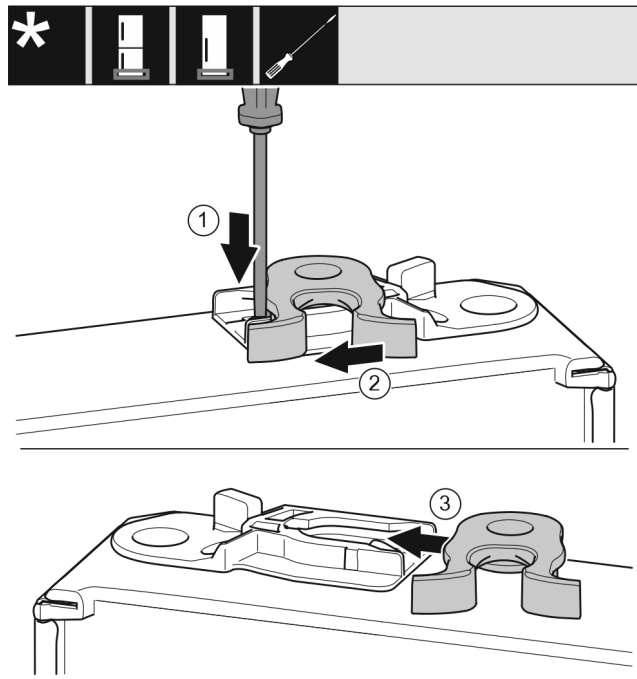

Fig. 18
- Odvijačem s ravnom glavom pritisnite spojnicu Fig. 18 (1) prema dolje.
- Izvucite kuku za zatvaranje Fig. 18 (2) iz vodilice.
- Gurnite kuku za zatvaranje Fig. 18 (3) na drugoj strani u vodilicu.